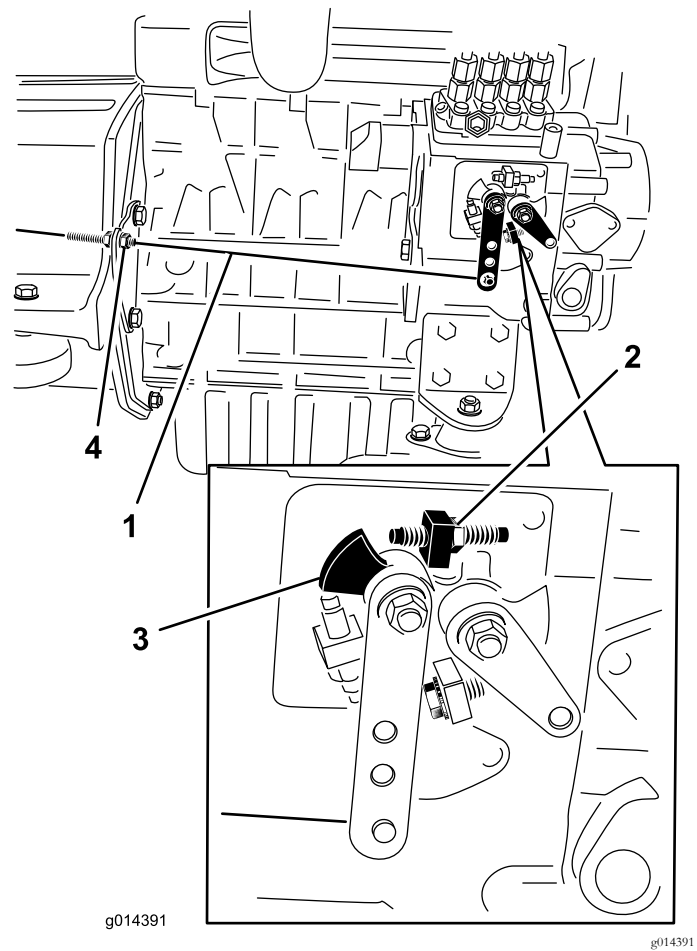

图29
2. 检查燃油喷射泵上速度控制杆的位置。当油门控制杆位于快速卡槽位置时速度控制杆应与高速螺丝接触 图29。
3. 如果必要请调节油门控制拉索上锁紧螺母的位置直到当油门控制杆位于快速卡槽位置时速度控制杆应与高速螺丝接触 图29。